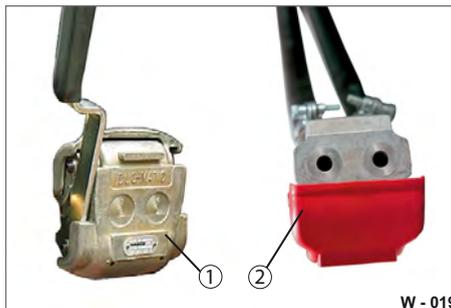

Abb. 21 Kupplungskopf zerlegt
- ▶ Reinigen Sie die Dichtflächen des Kupplungskopfes (Abb. 21/2) und der Kupplungs-Steckdose (Abb. 21/1) mit sauberen, trockenen Lappen.